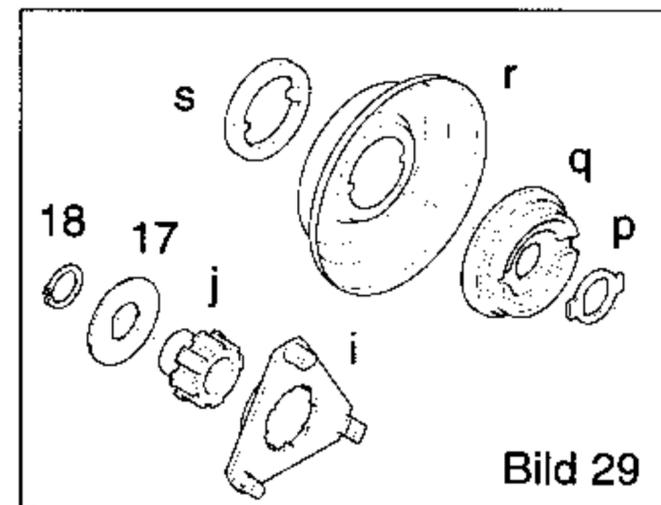
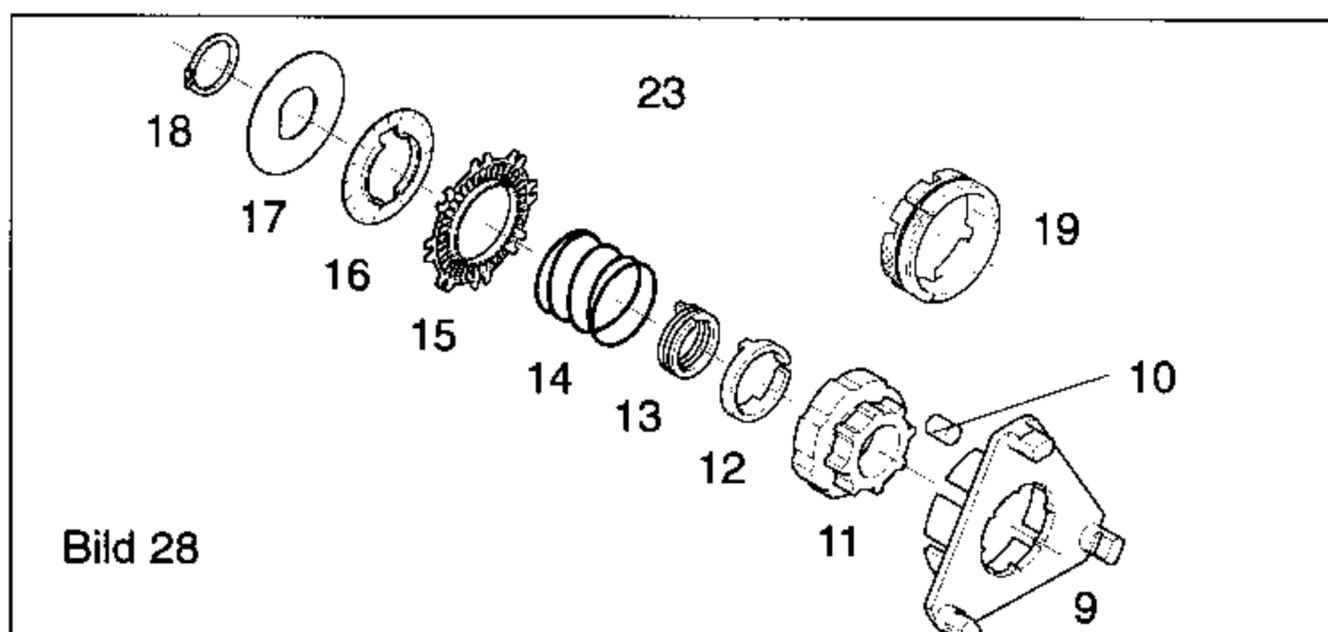

Bild 29
Bild 28
- Nach der Montage von Staubdeckel (4), Zahnkranz (3) sicherstellen, daß der Sprengring (2) exakt in der Nut des Antriebers sitzt.
- *Nochmals die Unterschiedsteile auch beim Zusammenbau der Leerlaufausführung: Siehe Bild 29: Walzenführungsring (i), Kupplungshülse (j), sowie Sicherungsscheibe (p), Stellkonus (q), Staubdeckel (r) und Scheibe mit zwei Nasen am Innendurchmesser (s). Die Kupplungshülse (j) wird wie der Axialfreilauf der Rücktrittversion (12... 16, Bild 28) mit Anlaufscheibe (17) und Sicherungsring (18) fixiert.*